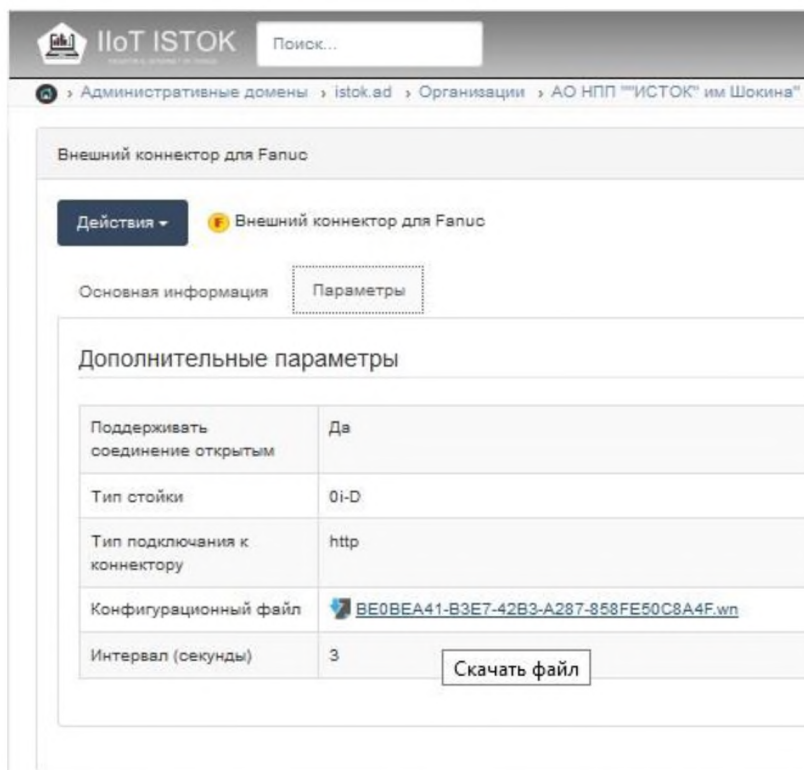

Рисунок 74 – Скачивание конфигурационного файла
4) Перейдите во вкладку **Параметры** и скачайте **конфигурационный файл**, кликнув по названию файла (рис. 74).